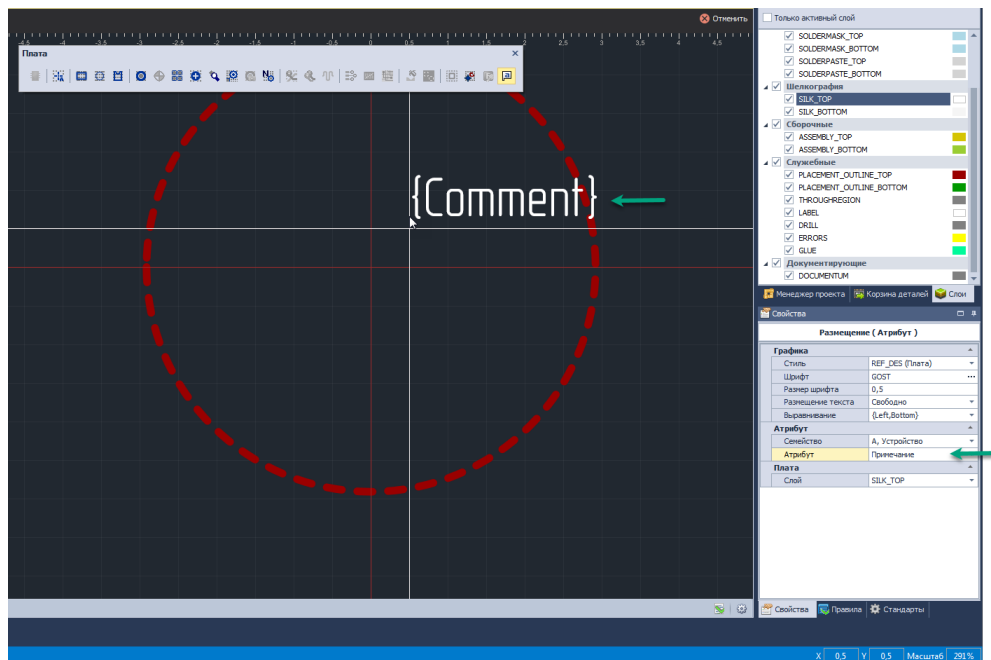

Рис. 128 Размещение атрибута семейства
4. Переместите курсор в рабочую область редактора. При этом будет показан предполагаемый вид размещаемого атрибута, см. Рис. 128.